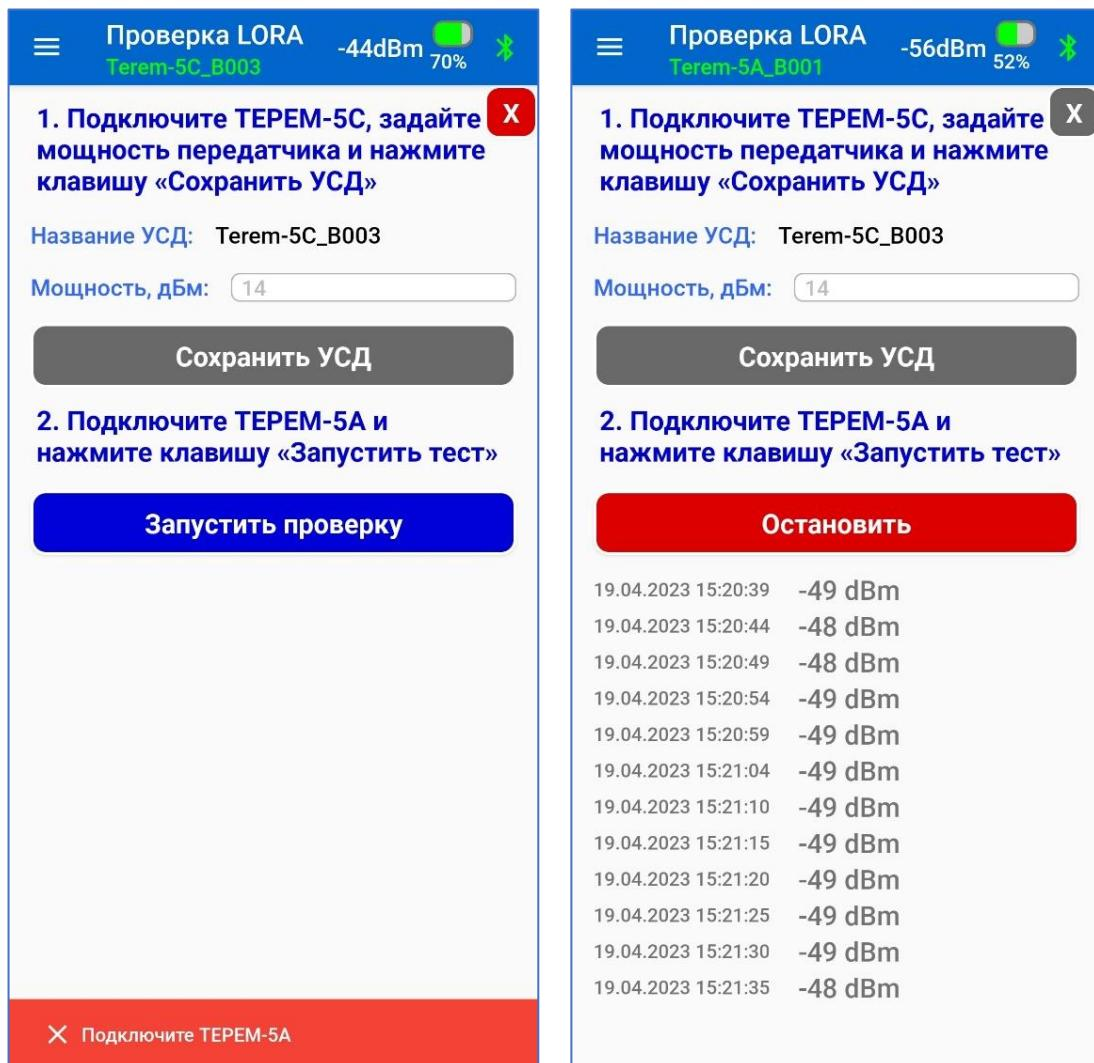

Рисунок 16 – Экран меню «Проверка»
- нажать на кнопку «Запустить проверку» (рис.16).